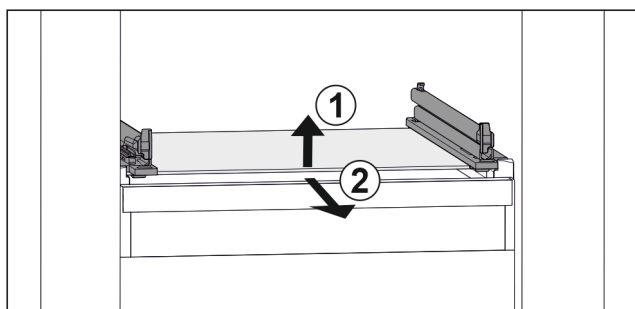

Fig. 37 Rappresentazione esemplificativa del ripiano in vetro
- Sollevare il ripiano in vetro dal davanti. Fig. 37 (1)
- Rimuovere il ripiano in vetro tirando in avanti. Fig. 37 (2)